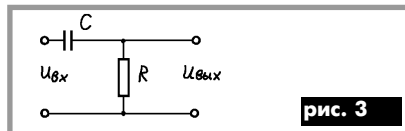

рис. 3
11. Определить емкость конденсатора C (рис. 3), если сопротивление $R = 1,0$ МОм, а постоянная времени цепи 14 мс.